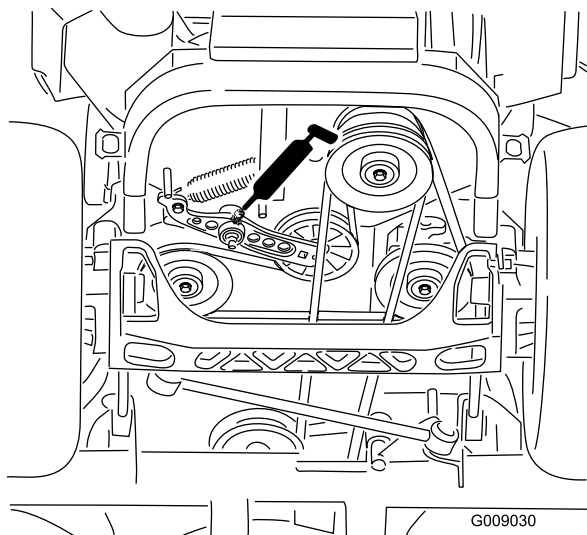

**Figure 47**
3. Graissez le pivot de la poulie de tension du tablier de coupe jusqu'à ce que la graisse ressorte par le bas (Figure 46 ou Figure 47).